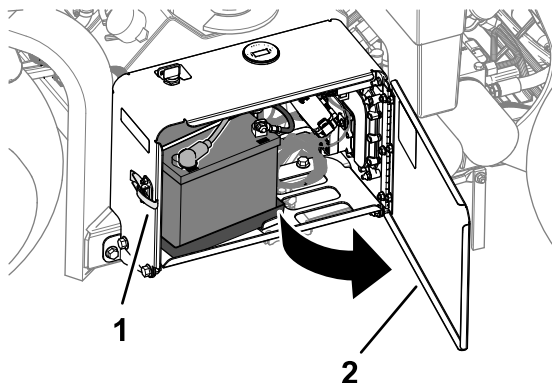

Figura 160
1. Sbloccate lo sportello del vano batteria e apritelo (Figura 160).